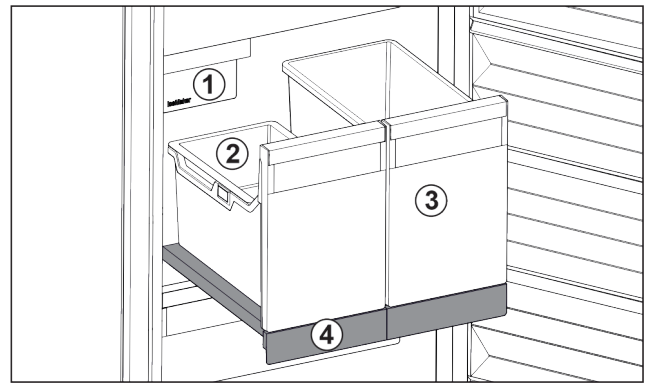

Fig. 122 Uttreksplate med IceTower
- (1) IceMaker
- (2) Isbitbrett
- (3) Beholdere for f.eks. pizza, alkoholholdige drikkevarer
- (4) Uttreksplate
Det er to høye beholdere (IceTower) på uttreksplaten. I beholderen Fig. 122 (2) blir isbiter fra IceMaker samlet og lagret. Beholderen Fig. 122 (3) er egnet for lagring av høye matvarer som f.eks. pizzaer eller alkoholholdige drikkevarer.